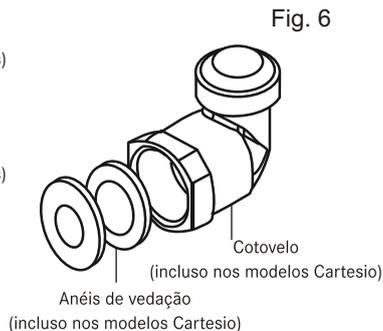

Fig. 6
**Nota:** Se houver necessidade, faça uso do conector tipo 'cotovelo' (90°) (fig. 6) para posicionar a mangueira flexível de entrada, evitando que a mesma assuma posições desfavoráveis quanto ao posicionamento e a segurança. Ao utilizar o conector, certifique-se de que os anéis de vedação estão corretamente posicionados.